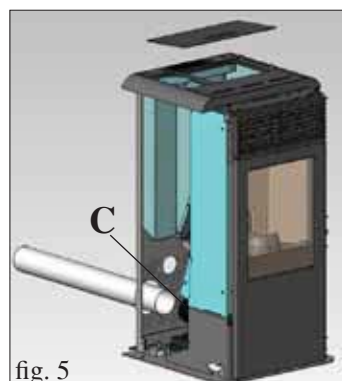

fig. 5
- Retire o parafuso no topo (V - fig. 5 na página 52).
Ligar o tubo saída fumos (não em dotação) traseiro à boca da saída fumos (C-fig.5) através da faixa em dotação. Neste caso é suficiente passar o tubo saída fumos (não em dotação) através do furo presente na parte inferior das costas em chapa (fig.5).